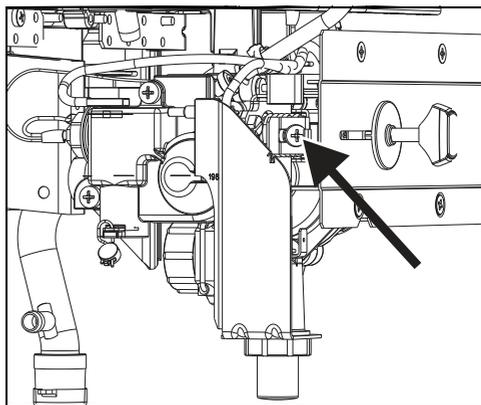

Рис. 13 Винт регулировки мин. расхода газа
- ▶ При помощи регулировочного винта (рис. 13) отрегулировать давление по таблице 7.